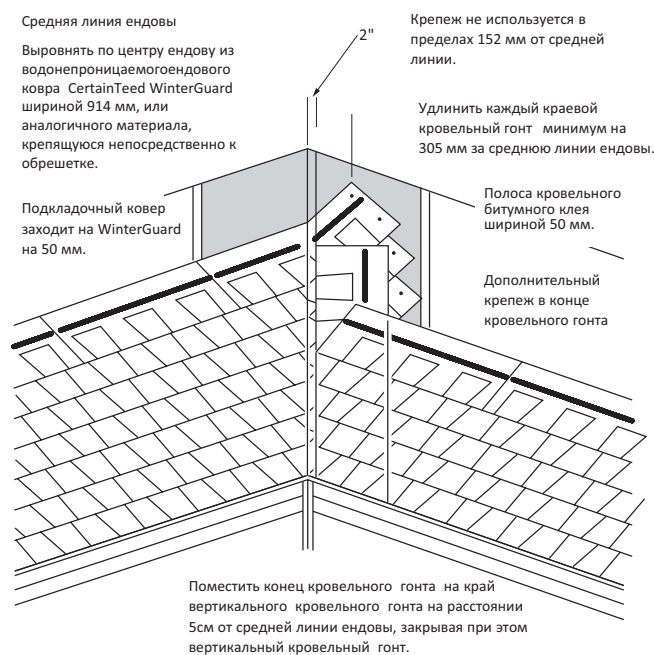

Рис. 6-18: Выполнение альтернативной закрытой ендовы.
5. Уложите кровельные гонты на смежной плоскости крыши, размещая левый нижний угол кровельного гонта каждого ряда на расстоянии 5см от средней линии ендовы (используйте «вертикальную кровельную плитку». См. Рис. 6-18).